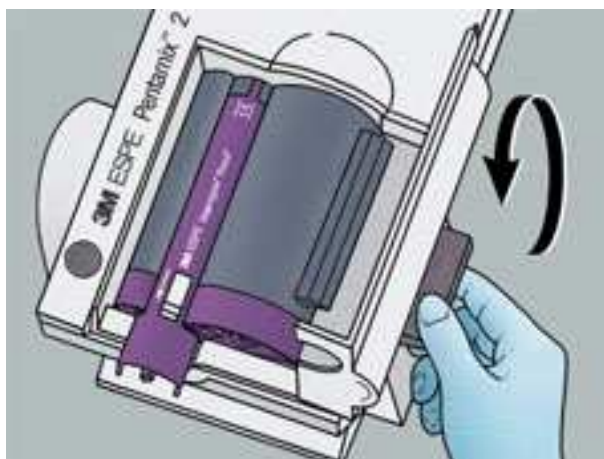

Рис. 4
- ▶ Поворачивать маховик против часовой стрелки, пока поршни с явным сопротивлением не коснутся пакетов из фольги (рис. 4).